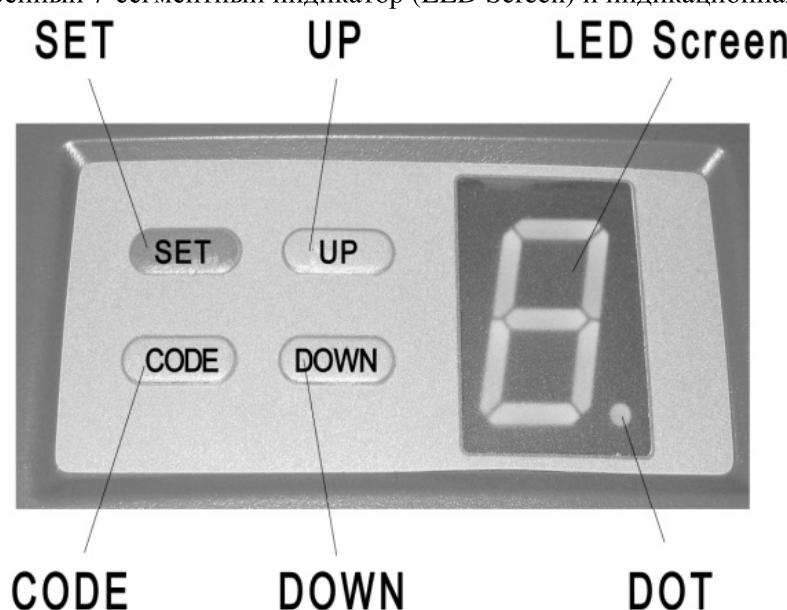

Рис. 5. Панель управления Таблица 4.
- Сразу после включения вилки в розетку кратковременно загорится лампа освещения (подсветка), а индикатор на панели управления привода (рис. 5) отобразит цифры от «9» до «1», после чего привод перейдет в режим ожидания (на индикаторе высветятся символы «II» или «--»). Если вышеописанной индикации нет, отключите привод из розетки и внимательно проверьте все подключения (сверьтесь с разделом «Неисправности и рекомендации по их устранению»).
Настройка привода осуществляется при помощи панели управления (рис. 5), на которой расположены четыре кнопки, сдвоенный 7-сегментный индикатор (LED Screen) и индикационная точка (DOT).